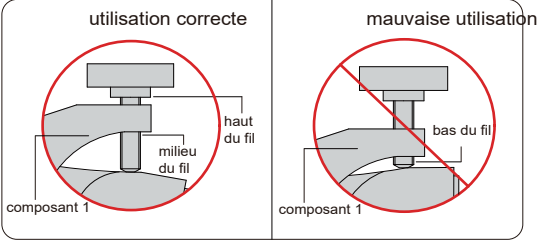

fig.2
- Pendant le travail, réglez la vis de réglage fin de manière à ce que le composant 1 se trouve entre le haut et le milieu du filetage, afin d'augmenter l'élasticité de la tête. Ne laissez pas le composant 1 se trouver au bas du filetage (fig. 2).